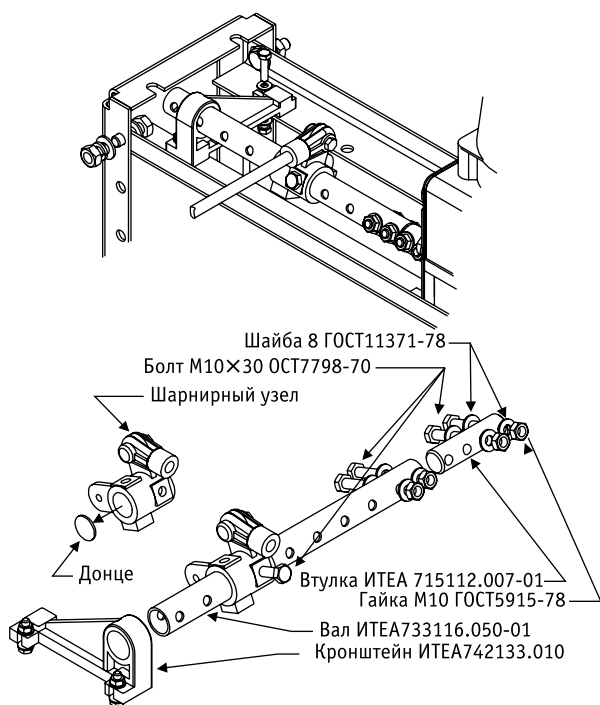

Рис.5. Узел удлинения вала
- Выполняется отверстие в передней стенке камеры, для выхода тяги. Тяга вкручивается в шарнирный узел выключателя (рис. 5).
- Выполняется отверстие в обшивке тележки для выхода тяги. Тяга вкручивается в шарнирный узел выключателя (рис. 5).
- Выполняется отверстие в обшивке камеры диаметром 16мм, для выхода тяги. Тяга вкручивается в шарнирный узел выключателя (рис. 5).